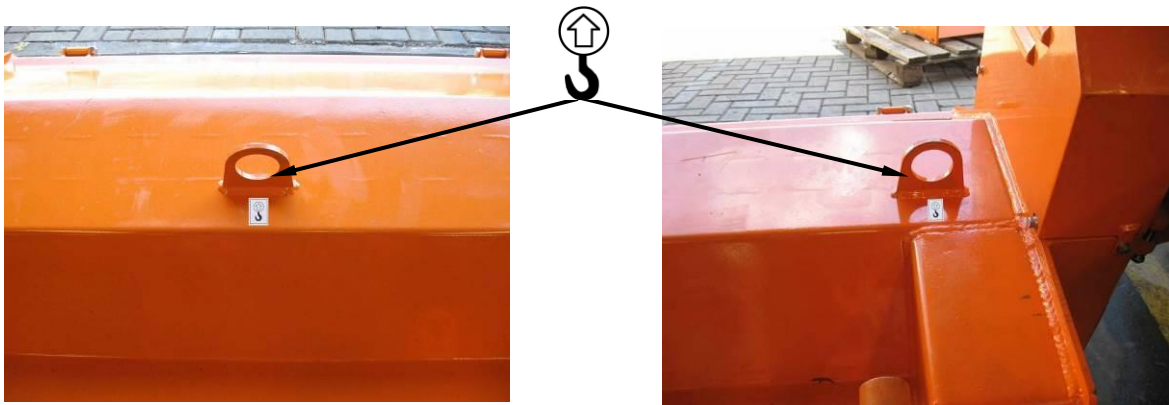

Bild 7. Lyftöglor
- för att lyfta slåttermaskinen grip den endast om punkterna visade på **(Bild 7)**,